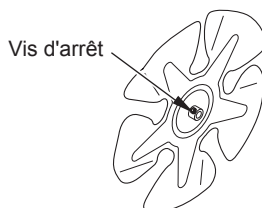

Figure 10 - Emplacement de la vis d'arrêt
3. Utilisez une clef hexagonale pour desserrer la vis d'arrêt qui retient le ventilateur à l'arbre moteur (voir figure 10). Retirez le ventilateur. Prenez garde de ne pas endommager le pas des pales du ventilateur.
3. Utilisez une clef hexagonale pour desserrer la vis d'arrêt qui retient le ventilateur à l'arbre moteur (voir figure 10, page 9).